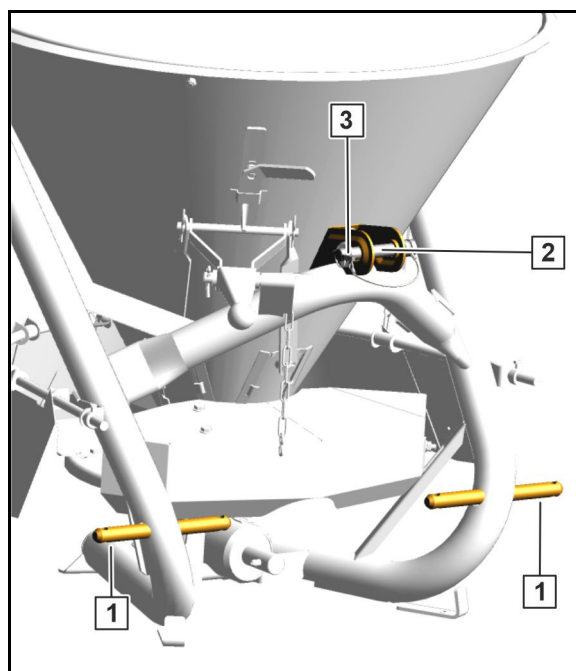

Fig. 20
- Topstangen monteres med splitbolten (Kat I) (Fig. 20/1) til det øverste tilkoblingspunkt på maskinen og sikres med en ringsplit.
- Traktorens topstang monteres til maskinens øverste monteringspunkt v.h.a. topstangsbolten (Fig. 20/2) og sikres med ringsplit (Fig. 20/3).